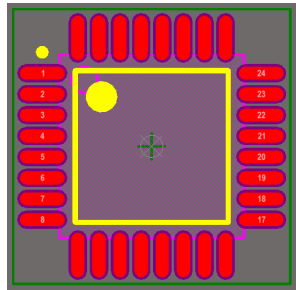

图 19-14 LQFP32 封装
5) 连续单击 Next 按钮, 进入余下各界面, 保持其中的各选项默认设置不变, 直到最后的完成界面, 单击 Finish 按钮, 即创建一个名称为 QFP80P900X900X165-32N 的封装, 将该封装名称修改为 LQFP32。最终完成的封装如图 19-14 所示。